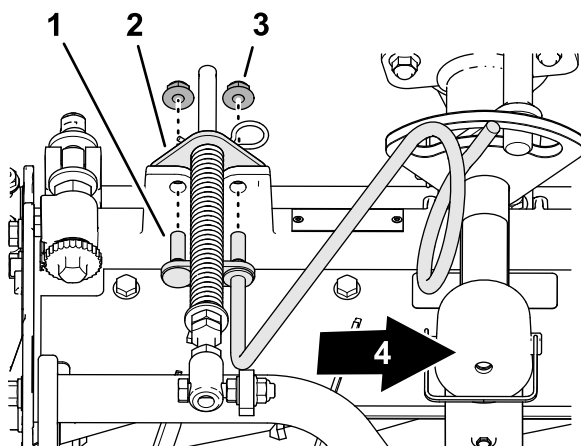

Bild 15
- Richten Sie die Bolzen der rechten Schlauchführung mit den Löchern im Rahmen des Mähwerks und der Halterung der Rasenkompensierung aus (Bild 15).